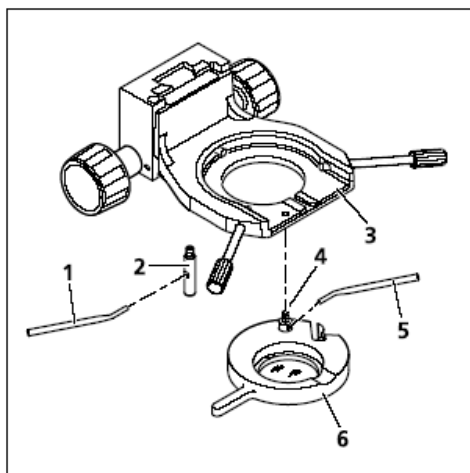

图3-47 安装 起偏镜 D
- 为了便于组装，可以完全取出聚光镜托架（图3-47/3）以及载物台托架。
- 握住起偏镜或滤光片支架（图3-47/6），使之与聚光镜支架（图3-47/3）的底部平行，使用角度调节手柄（图3-47/5），把起偏镜（图3-47/6）的支架螺钉（图3-47/4）拧到聚光镜支架（图3-47/3）左下方的前面螺纹孔，直到拧紧为止。
- 使用调节手柄（图3-47/1），把限位螺钉（图3-47/2）拧到聚光镜支架（图3-47/3）后面的螺纹孔内，直到拧紧为止。